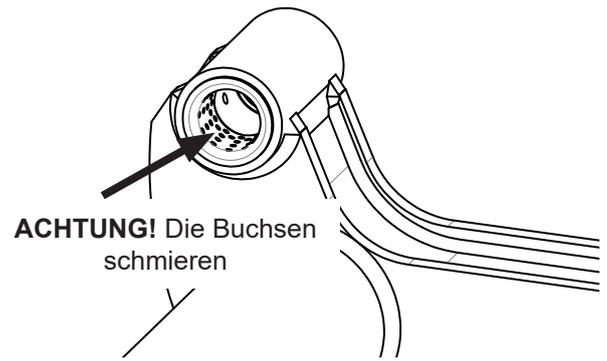

Abbildung 34. Die Metallbuchsen mit einer sorgfältigen Erstschrmerung versehen
2. Die Buchsen am oberen Armlager schmieren, siehe Abbildung 34. LE-Schmiermittel 4622 oder Gleichwertiges verwenden.